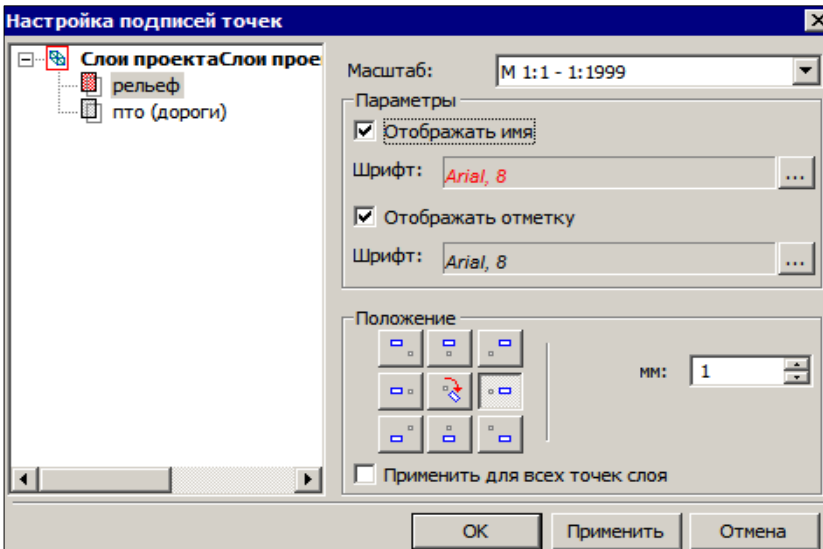

Рис. 9.1
значена команда **Настройка подписей точек**  в меню **Установки/ Активный проект**. В одноименном диалоге отображается дерево слов активного проекта и возможные настройки для подписей точек выбранного слоя (рис. 9.1).
- В группе **Параметры** флажками отметьте необходимость отображения составляющих подписи, имени и отметки, и настройте для них шрифты (рис. 9.1).